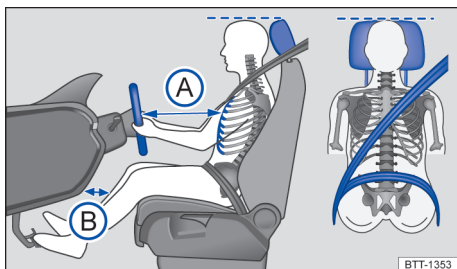

Fig. 25 Distância correta do condutor em relação ao volante, posição correta do cadaço do cinto de segurança e ajuste correto do apoio para cabeça.
- Ajustar o banco de modo que a distância entre o volante e o tórax tenha no mínimo 25 cm → Fig. 25 (A) e que o condutor possa segurar o volante pela borda externa com as duas mãos e os braços ligeiramente dobrados.
- Ajustar o banco do condutor na direção longitudinal de modo que os pedais possam ser acionados com as pernas ligeiramente arqueadas e a distância para o painel de instrumentos na área do Joelho seja de, no mínimo, 10 cm → Fig. 25 (B).
- Para os bancos com apoio para cabeça: ajustar o apoio para cabeça de modo que a sua borda superior se encontre preferencialmente na mesma linha da parte superior da cabeça → Fig. 25 – porém não abaixo da altura dos olhos. Posicionar a parte posterior da cabeça o mais perto possível do apoio para cabeça.